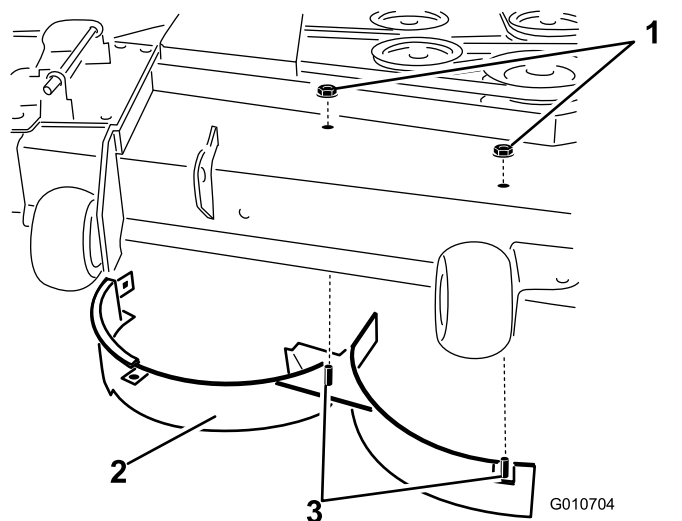

Figura 18
12. Remova o parafuso de carroçaria e a porca de bloqueio que prendem o abafador direito na parte superior da plataforma do cortador e retire o abafador direito da plataforma do cortador (Figura 18).
11. Remova as duas porcas de bloqueio (5/16 pol.) presas aos postes soldados do abafador direito, na parte superior da plataforma do cortador, nas posições central e direita (Figura 18).